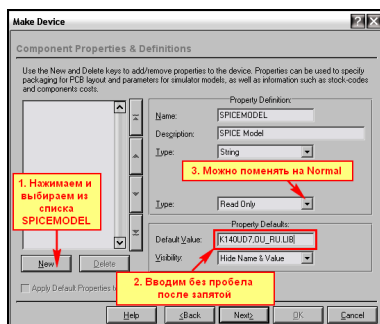

Рис.116
- Через кнопку **New** из всплывающего списка назначаем **SPICEMODEL** как показано на Рис. 116. В **Property Default** в окне **Default Value** прописываем нашу модель и библиотеку, где она расположена. **K140UD7,OU\_RU\_LIB** (Внимание! Важно! Здесь и далее после запятой пробел отсутствует!).